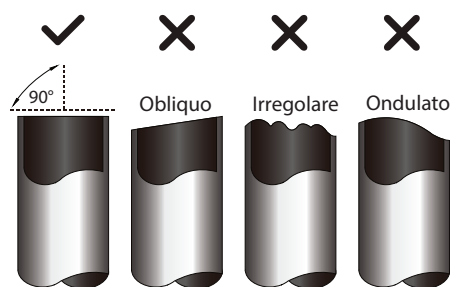

Fig. 5.1
3. Verificare che il tubo sia tagliato con un'angolazione esatta di 90°. Fare riferimento agli esempi di taglio non corretto riportati nella Fig. 5.1.